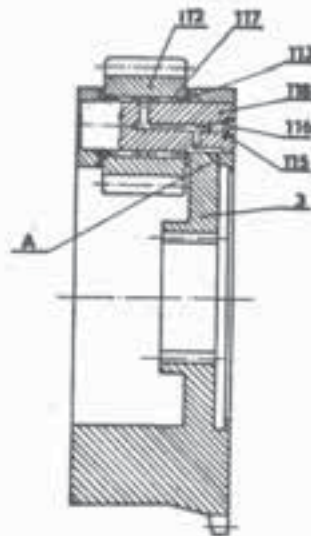

Рис.106
2. В сателлиты вложить игольчатый подшипник /рис.106/
3. Сателлиты поставить на держатель сателлитов. Боковой зазор выбрать с помощью фрикционных колец. Смазать пальцы сателлитов /ШП-90/ и вложить в держатель сателлитов так, чтобы смазочные отверстия в корпусе держателя /узел А/ прищлись согл.рис.106.